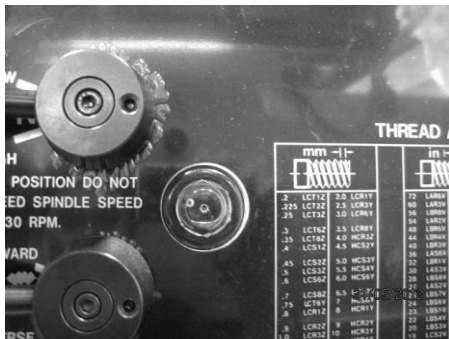

Рис.21. Смотровое окно масляного насоса.
11. Поверните красную кнопку АВАРИЙНОЙ остановки по часовой стрелке, пока она не выскочит и не запустит насос. Наблюдайте за смотровым окном масляного насоса (Рис. 21). Когда масло вытечет из трубки и будет заметно в смотровом окне, можно запускать токарный станок.